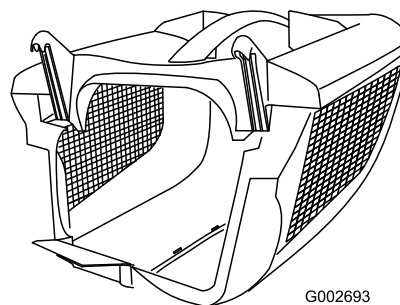

Figuur 8
2. Schuif de andere zijkant in de vergrendelingen in de bovenkant en zet de achterzijde van beide zijanten aan elkaar vast (Figuur 8).